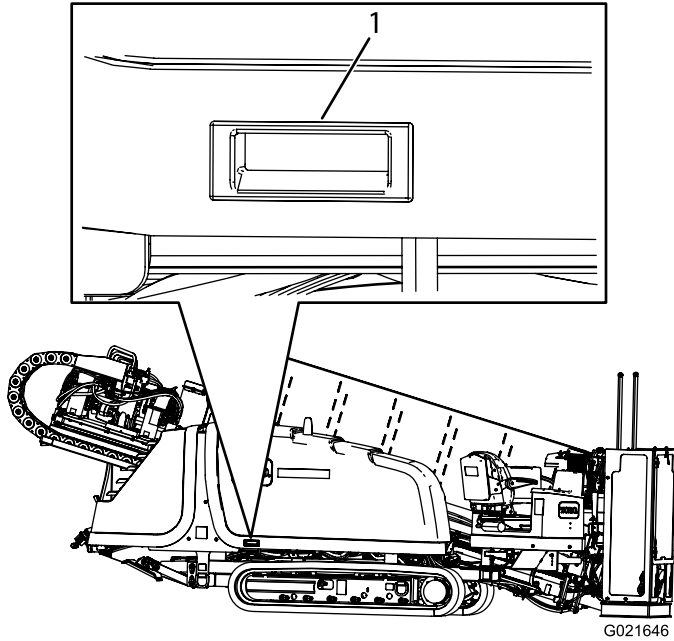

Bild 59
3. Heben Sie sie mit dem Griff an, siehe Bild 59.